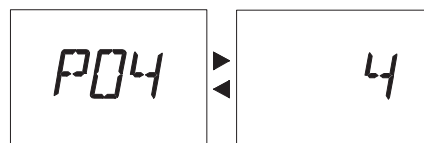

Рис. 17
- 10 На ЖК-дисплее параметр **P04** чередуется с **4** (Рис. 17).